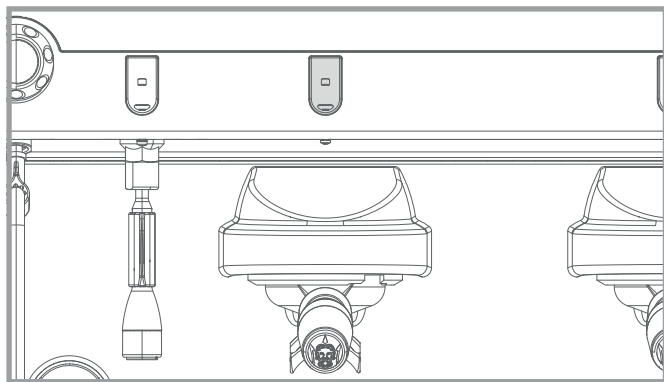

Fig. 5.2 - Commandes de l'appareil
- Appuyer sur le bouton de débit de dose correspondant à la dose souhaitée (☐ / ☐ / ☐ / ☐) ; appuyer sur le bouton de débit pour la version semi-automatique (voir Fig. 5.2).